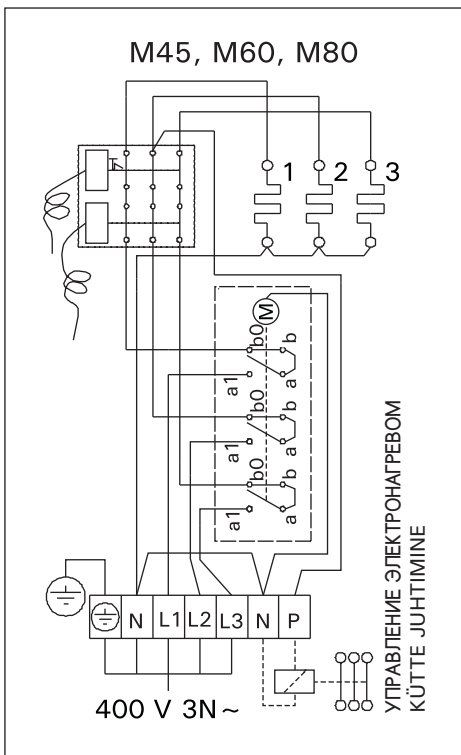

Рисунок 12. Электромонтаж каменки M
- Кроме клемм питания каменки М оснащены также клеммой (P), которая делает возможным управление электрическим нагревом (рис. 12). Управляющее напряжение передается от каменки, когда она включена. Кабель управления электронагревом подводят прямо к соединительной коробке каменки и дальше с помощью резинового кабеля, равного по сечению соединительному кабелю, к клеммнику.